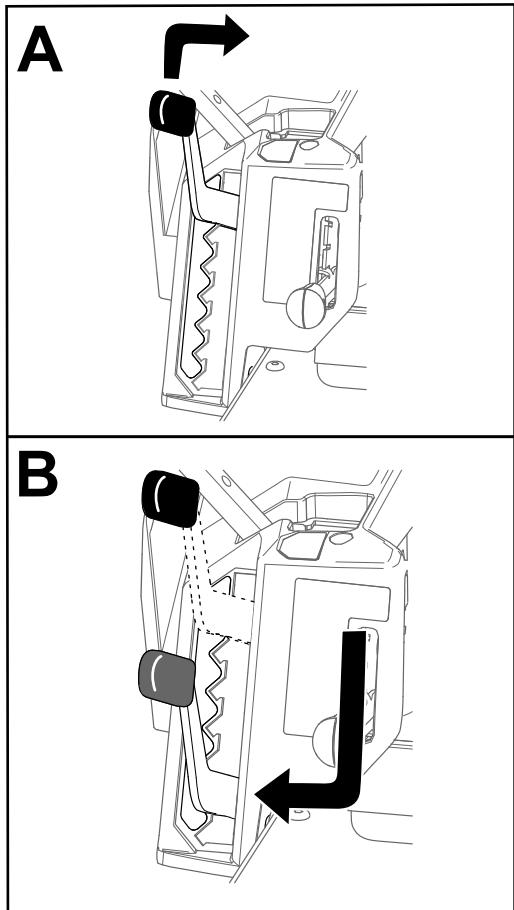

Figure 24
**Remarque:** La position de transport est la position de hauteur de coupe la plus élevée (114 mm [4½ po]), comme montré à la Figure 24.
Vous pouvez régler la hauteur de coupe de 38 à 114 mm (1½ à 4½ po) par paliers de 13 mm (½ po). La hauteur de coupe est réglée par le levier situé à droite de la position d'utilisation (Figure 24).